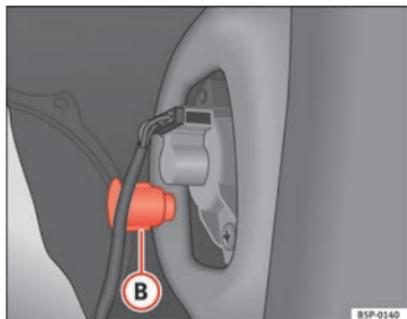

Fig. 191 Luz de presença/travão
- Desenrosque a peça de plástico ⇒ Fig. 191 **B** que fixa o farolim. Para iniciar a rotação, pode ajudar inserir uma chave de parafusos na referida peça.